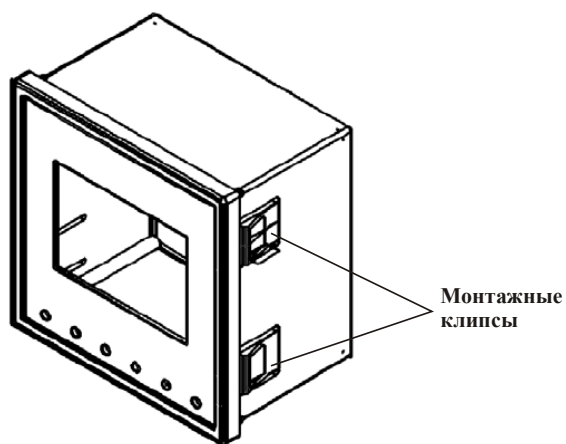

Рис. 2
2. Установите прибор в подготовленное отверстие, стараясь не повредить монтажные клипсы (**рис. 2**). С небольшим усилием закрепите прибор в отверстии панели с помощью клипс.